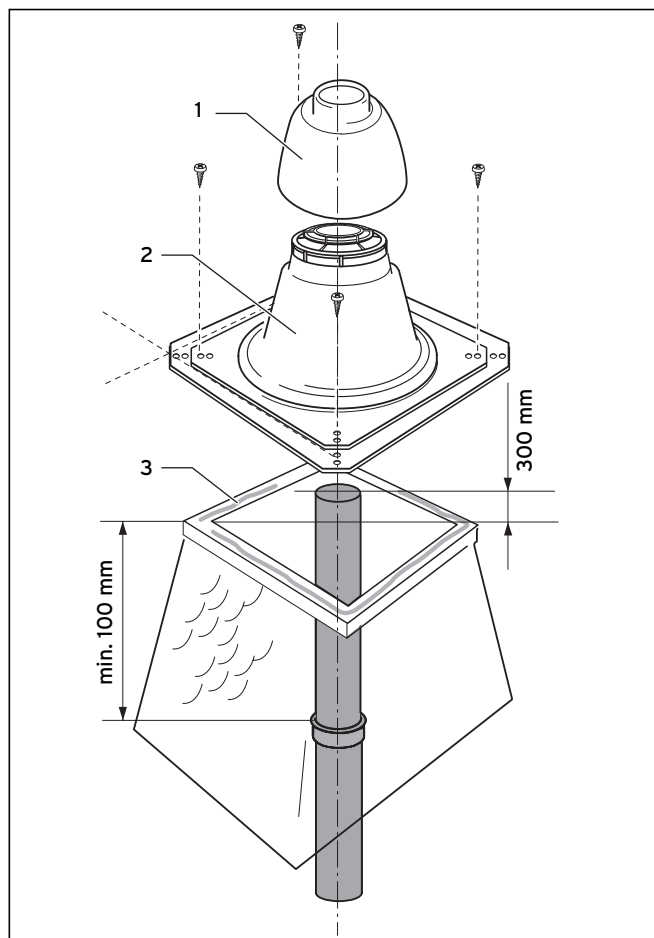

Fig. 6.14 Montarea piesei de supraînălțare cămin
- Repetați îmbinarea conductelor de atâtea ori, până când puteți introduce conducta inferioară în cotul de susținere, iar conducta superioară permite montarea capacului căminului, ca în Fig. 6.14.
La montarea capacului din material plastic (polipropilenă) pentru cămin, luați în considerare Fig. 6.14.